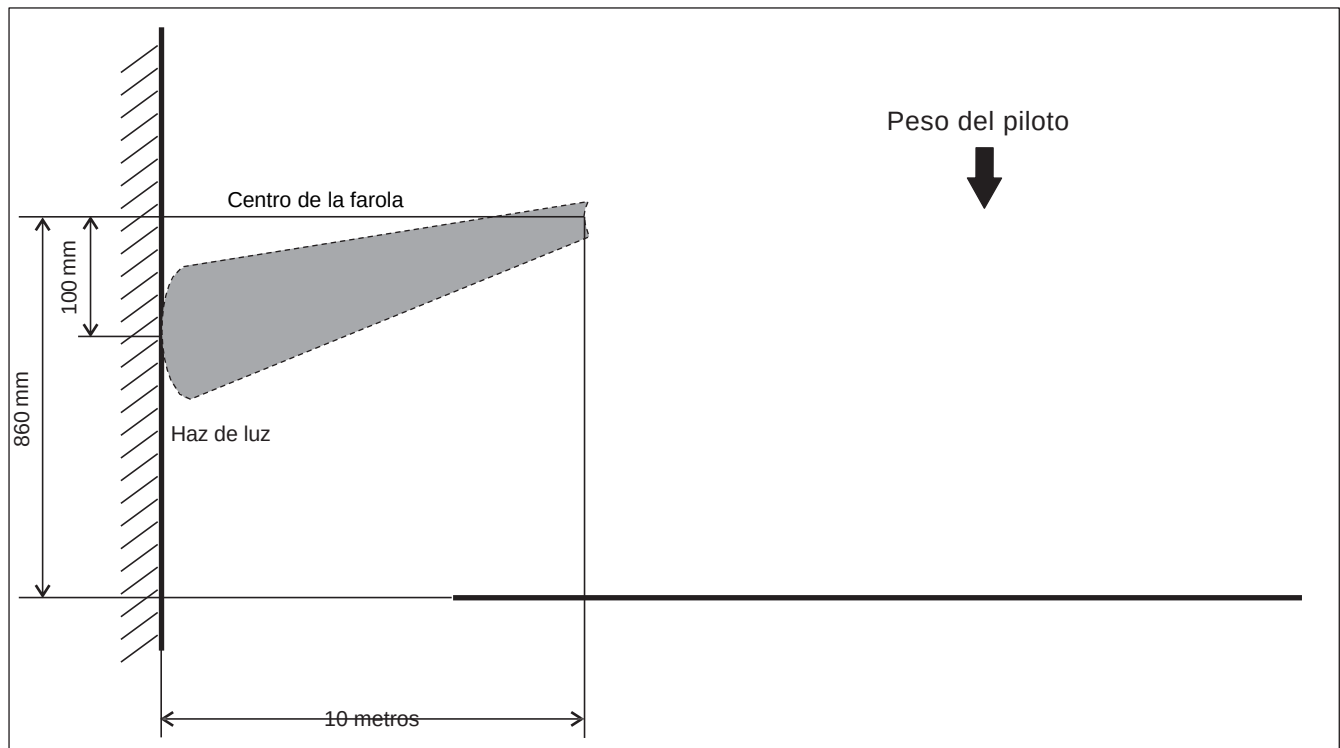

Fig. 2.61
- Ajuste la altura del haz de luz, con las luces altas, de forma que este empiece de arriba hacia abajo, 100 mm por debajo del punto central de la farola. (Fig.2.61)